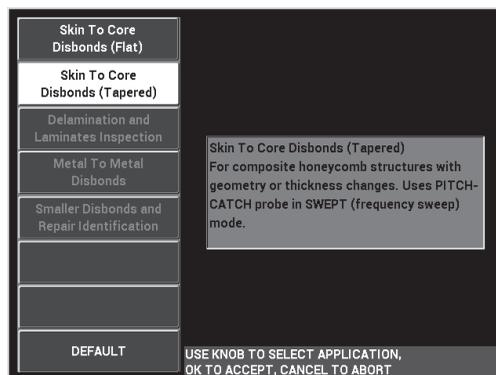

Abbildung 6-56 Anwendung Ablösung Decklage-Kern (n. parallel)
3. Wählen Sie die Anwendung **Ablösung Decklage-Kern (n. parallel)** aus und drücken Sie zur Bestätigung auf  (siehe Abbildung 6-56 auf Seite 176).